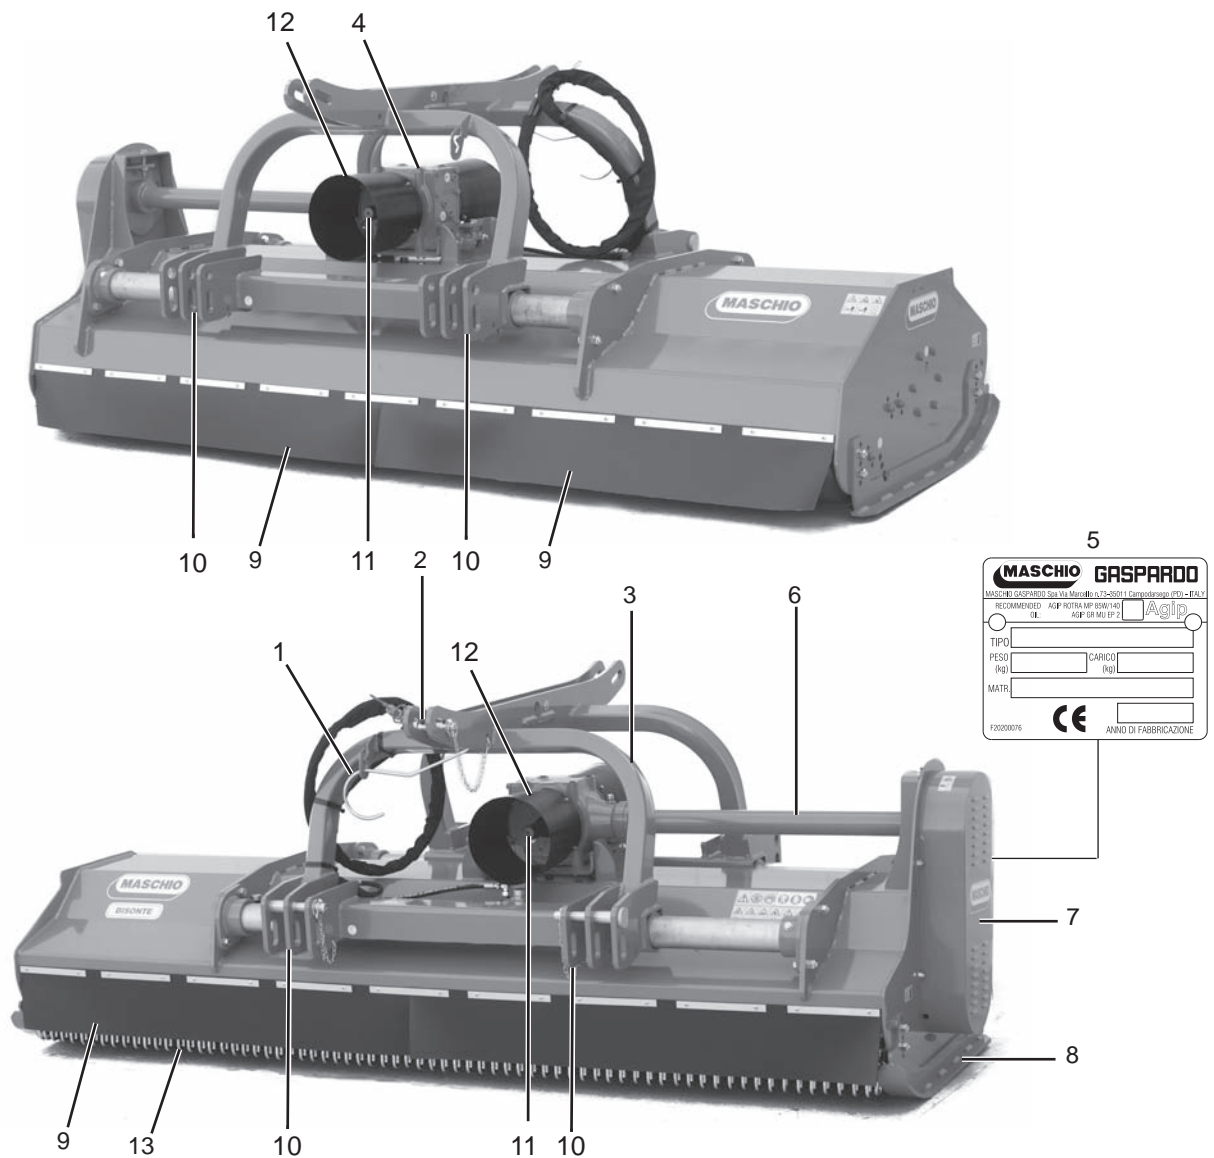

fig.6
3.2 ZUSAMMENFASSEND (fig.6)
Falls die Maschine transportiert werden muss, muss sie an den dazu bestimmten Anschlusspunkten durch geeigneten Aufzug oder Kran mit ausreichender Tragkraft gehoben werden (Abb. 6). Diese gefährliche Arbeit muss absolut durch